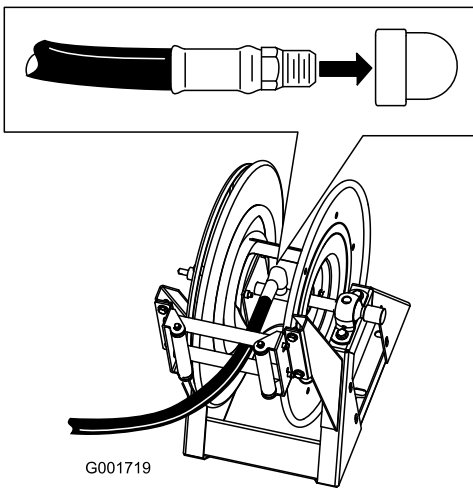

Bild 15
1. Wickeln Sie Teflon®-Band um das Gewinde am Schlauchanschlussstück am langen Schlauch und befestigen Sie das Anschlussstück am Verbindungsrohr an der Trommel (Bild 15).